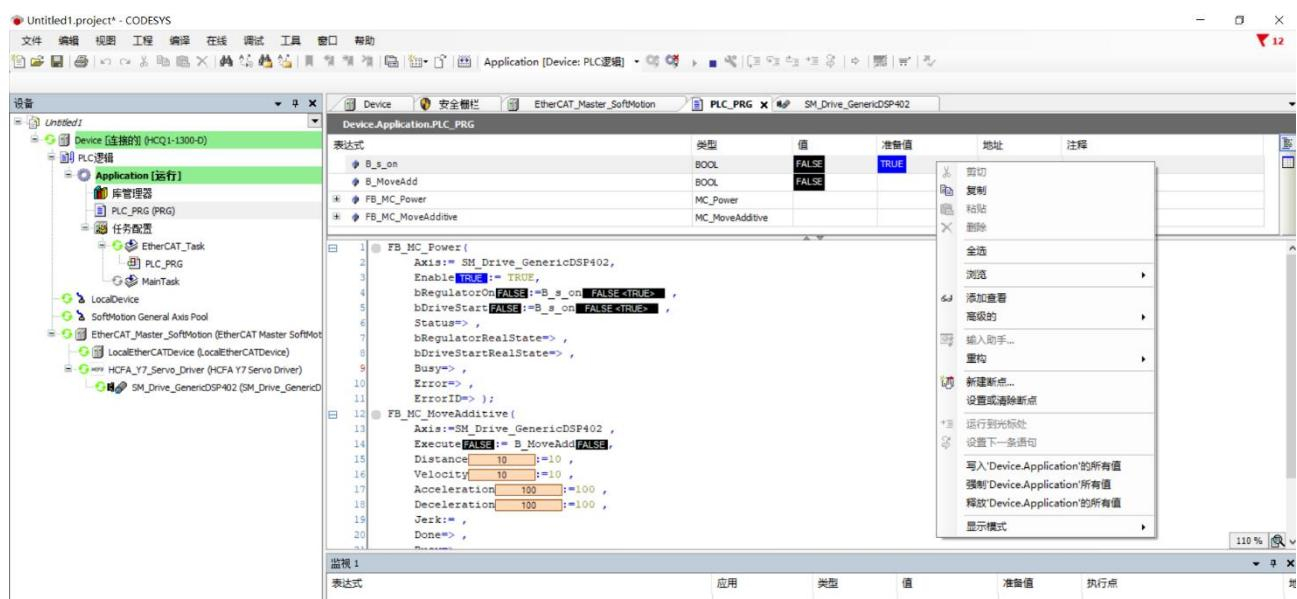

图13-20 电机使能
2. 请在绝对安全情况下，鼠标左击①处，出现TRUE以后，右击选择【写入‘Device.Application’的所有值】如图13-20所示，此时电机使能。